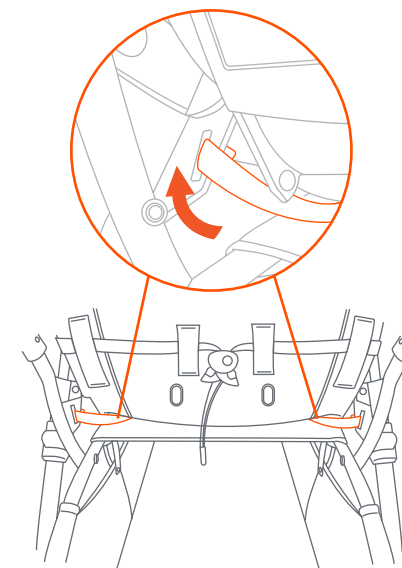

Fig. 9b
**Si se recibe sin adjuntar,** siga las instrucciones a continuación para adjuntar. Verifique que las correas de seguridad debajo del asiento trasero estén sujetas por las ranuras apropiadas (Fig. 9b).